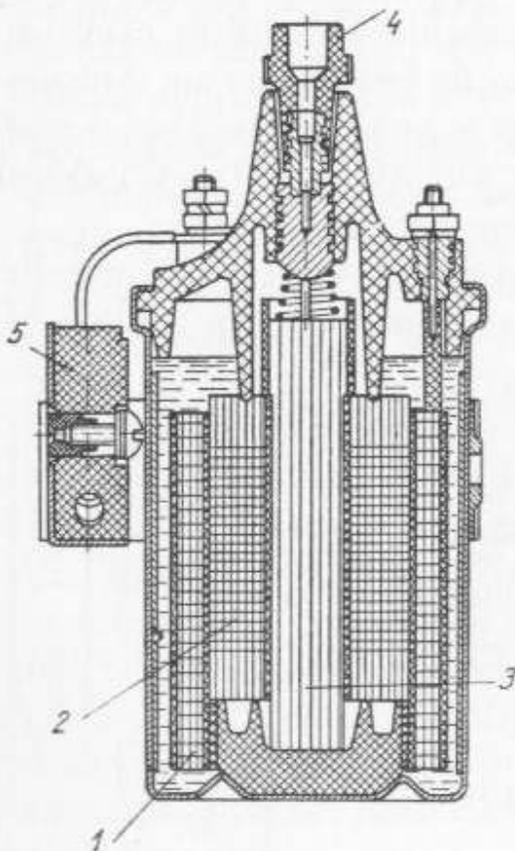
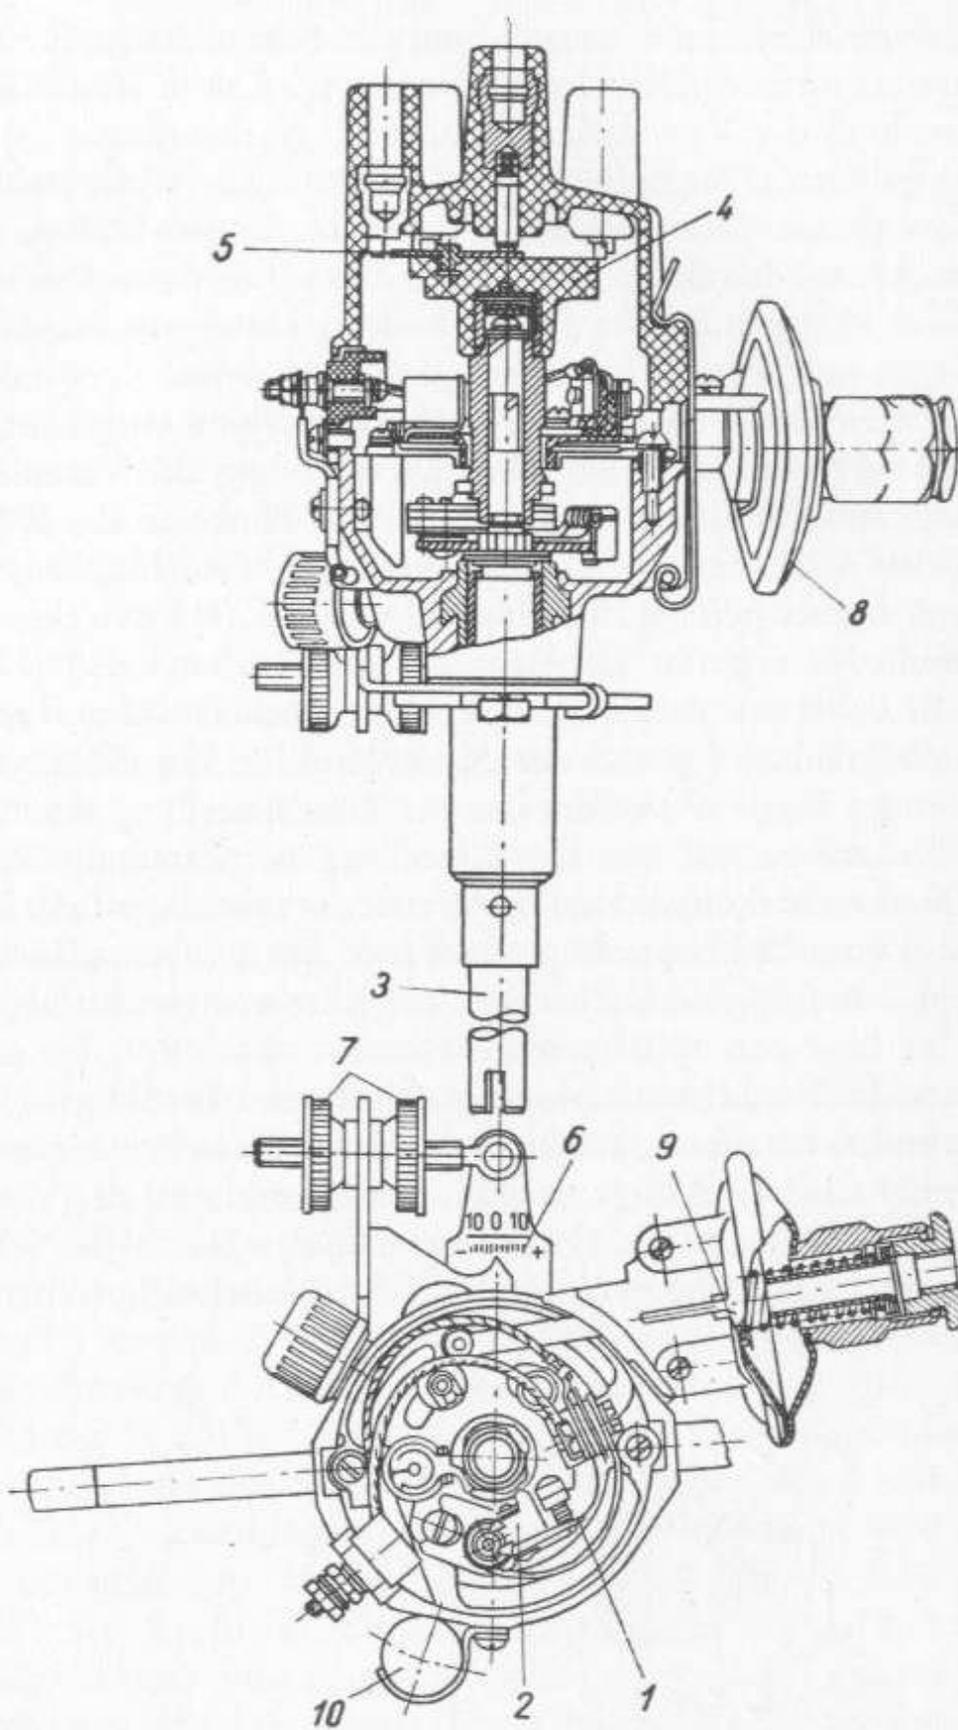

Abb. 64
Abb. 65
Im Primärstromkreis der Zündanlage fließt der Strom von der Batterie bzw. Lichtmaschine über das Zündschloß zur Zündspule, von der Spule zum Unterbrecher und von dort zur Masse. Die für die Zündfunken erforderliche Hochspannung wird in der Zündspule (Abb. 64) erzeugt und über den Zündverteiler zu den einzelnen Zündkerzen weitergeleitet. Die Unterbrecherkontakte (1 und 2), der feststehende »Amboß« und der bewegliche »Hammer« (Abb. 65) werden durch Federkraft geschlossen. Der Kondensator (10) ist den Unterbrecherkontakten parallel geschaltet. Er unterdrückt die Funkenbildung an den Kontakten. Die Zündverteilerwelle (3) wird vom Motor angetrieben. Die Nocken an der Verteilerwelle heben bei jeder Viertelumdrehung den Hebel vom Amboß ab. Dadurch wird der Primärstromkreis der Zündspule
Die bei der Grundeinstellung eingestellten 10° Vorzündung entsprechen einer Oktanzahl des Kraftstoffes von 76. Bei Kraftstoffen mit kleinerer oder größerer Oktanzahl kann die Zündung mit Hilfe der beiden Stellschrauben (7) und der Skala (6) in Abbildung 65 um 10° früher (+) oder später (—) eingestellt werden. Die auf den Nullpunkt der Skala bezogene Grundeinstellung wird dadurch nicht beeinflußt. Die Zündung ist gut eingestellt, wenn beim plötzlichen Beschleunigen des belasteten Wagens im vierten Gang bei einer Geschwindigkeit von 30 bis 40 km/h ein schwaches Klingeln zu hören ist. Ist das Klingeln oder Klopfen stark und scharf, so steht die Zündung zu früh. Ist kein Klingeln zu hören, so steht sie zu spät. Die Korrektur der Einstellung wird mit den Einstellschrauben (7) vorgenommen.